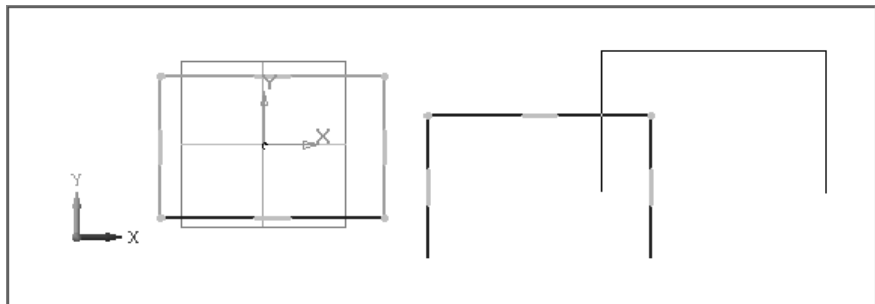

Рис. 8.31. Результаты копирования выделенных объектов при помощи мыши
- щелкните левой кнопкой мыши тогда, когда нужное положение объектов достигнуто. Объекты будут скопированы в указанное место, а оригиналы останутся в прежнем положении. Возможное состояние системы показано на рис. 8.31.
Возможные результаты копирования аналогичны вышеприведенному (см. рис. 8.31).